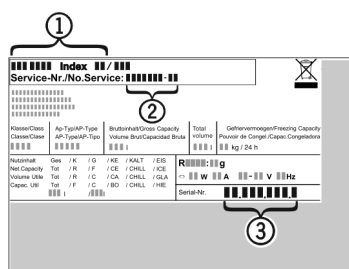

Fig. 7
- ▶ A készülék megnevezését Fig. 7 (1), a szerviz- Fig. 7 (2) és sorozatszámot Fig. 7 (3) a típus tábláról olvassa le. A típus tábla a készülék belsejében baloldalon található.
- ▶ Értessítse a vevőszolgálatot a hibáról, és adja meg nekik a készülék megnevezését Fig. 7 (1), a szerviz- Fig. 7 (2) és a sorozatszámot Fig. 7 (3).